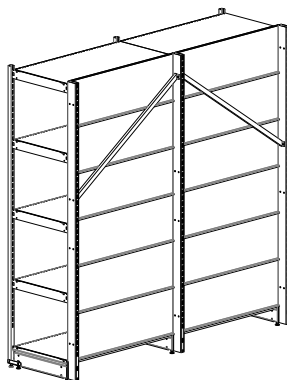

Рис. 2 Ряд из 2-х Стеллажей ДС пристенных с зашивкой.
- 2) На ряд из 2-х "Стеллажа ДС" с "Зашивкой" (рис. 2) - по 1 "Стяжке".